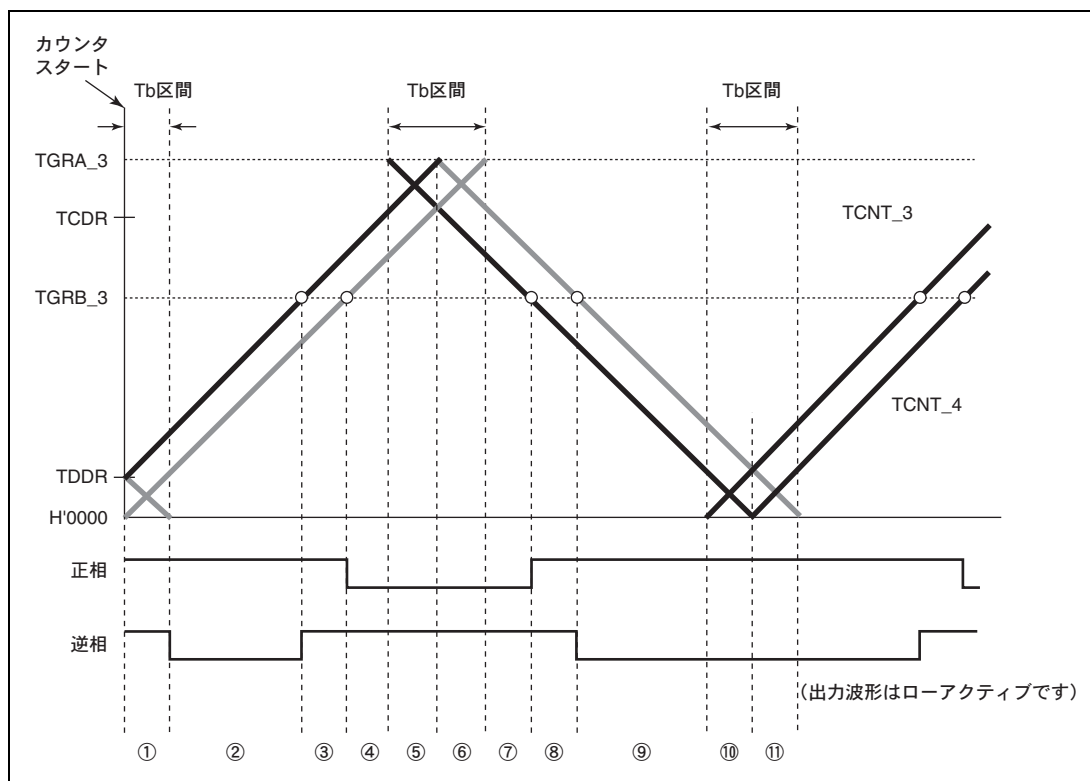
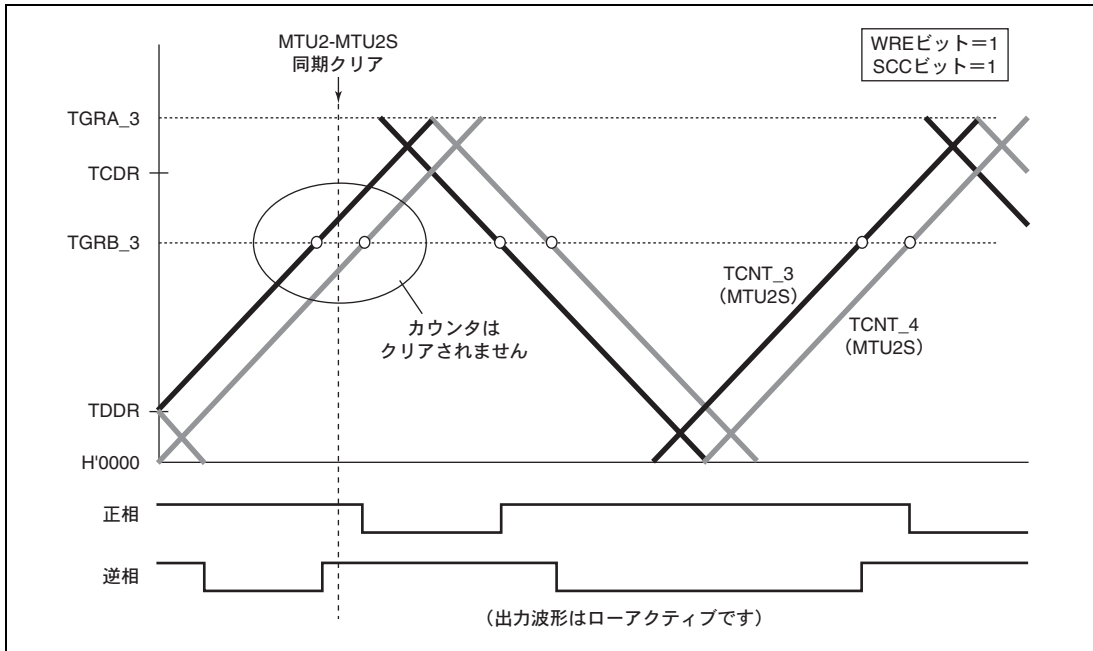

図 11.56 同期カウンタクリアタイミング
図 11.64 アップカウント中のデッドタイム時に同期クリアが発生した場合
WRE ビットを 1 に設定することで初期出力を抑制することができるのは、同期クリアが図 11.56 の⑩、⑪のような谷の T_b 区間で入ってきたときのみです。それ以外のタイミングで同期クリアが起こった場合は、TOCR レジスタの OLS ビットで設定した初期値が出力されます。また、谷の T_b 区間であっても、図 11.56 の①で示すカウンタスタート直後の初期出力期間で同期クリアが起こった場合には、初期出力の抑止は行いません。
(図 11.56 のタイミング③、MTU2 の TWCR レジスタの WRE ビット=1)
(図 11.56 のタイミング⑥、MTU2 の TWCR レジスタの WRE ビット=1)
(図 11.56 のタイミング⑧、TWCR レジスタの WRE ビット=1)
(図 11.56 のタイミング⑩、TWCR レジスタの WRE ビット=1)
図 11.64～図 11.67 に、MTU2S の TWCR の SCC ビットを 1 に設定して MTU2S を相補 PWM 動作をさせ、MTU2-MTU2S カウンタ同期クリア抑止機能を有効にした場合の動作例を示します。ここで、図 11.64～図 11.67 の同期カウンタクリアのタイミングは、それぞれ図 11.56 の③、⑥、⑧、⑪で示したタイミングです。また、この例では MTU2S の TWCR の WRE ビットは 1 に設定しています。
(図 11.56 のタイミング③、MTU2S の TWCR レジスタの WRE ビット=1、SCC ビット=1)
(図 11.56 のタイミング⑥、MTU2S の TWCR レジスタの WRE ビット=1、SCC ビット=1)